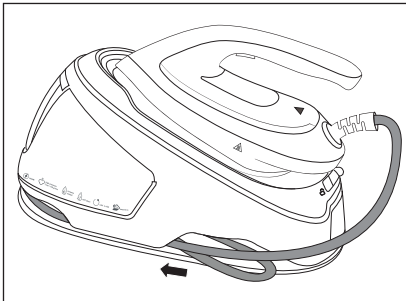

Abb. 9
- 5) Legen Sie den Versorgungsschlauch **16** in der Mitte zusammen und schieben Sie ihn in das Staufach **8** am Gerät (siehe Abb. 9).